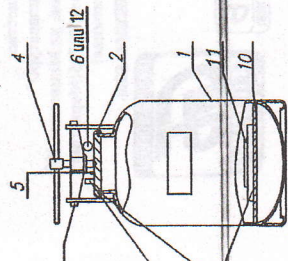

Рисунок 4 — Устройство установки
- 5.12. Во время работы установка: не прикасаться к горячим поверхностям установки; не наклонять, не перемещать и не поднимать установку; не вывинчивать винт 4 зажима крышки 2 (рисунок 4) установки.